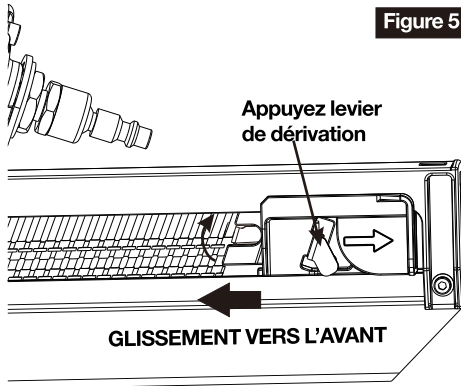

Figure 5
2. Tirez sur le poussoir en appuyant sur le levier de dérivation du poussoir afin de permettre au poussoir de contourner les clous et laissez le poussoir retourner lentement vers le bec de l'outil. (Voir figure 5)